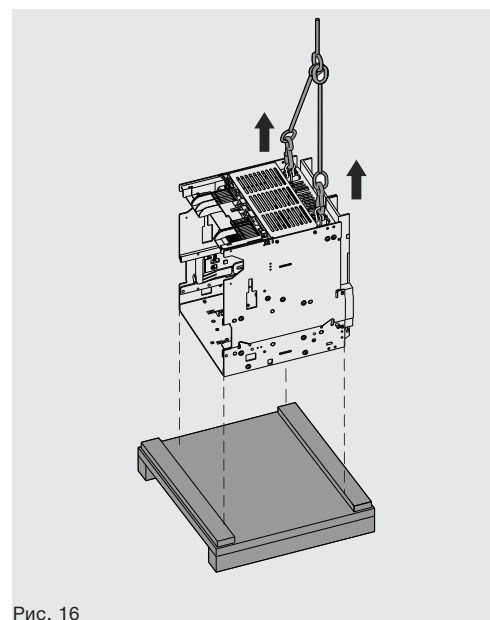

Рис. 16
1. Снять фиксированную часть выключателя с основания упаковки при помощи подъемных крюков, входящих в комплект поставки. См. Рис. 16.